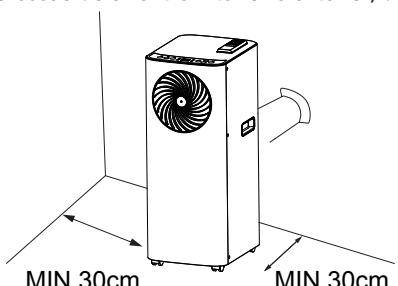

Fig. 5
Se necessário, o seu aparelho também pode ser instalado de forma semipermanente (Fig. 5)Proceda da seguinte forma:
- Insira outra extremidade do conjunto da mangueira no acessório anteriormente montado na parede, conforme ilustrado na (Fig. 5)